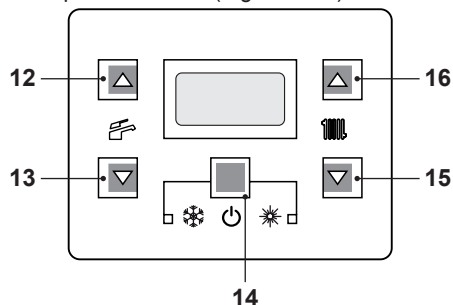

Figura 9.15
- Entrare in "modalità programmazione" premendo contemporaneamente per 10 secondi i tasti 14 - 15 - 16 (Figura 9.15) fino a far apparire sul display LCD le lettere **Pr** che si alternano con il codice **01**, indicanti l'entrata
- Premere contemporaneamente i tasti 15 e 16 (Figura 9.15) fino a far apparire sul display LCD le lettere **LP** che si alternano con il valore di temperatura dell'acqua di riscaldamento (es. **45**), indicanti l'entrata nell'attivazione della "funzione spazzacamino" alla potenza minima in sanitario (Figura 9.17).
- Premendo il tasto 16 (Figura 9.15) è possibile variare la potenza in modalità spazzacamino: con visualizzazione sul display LCD delle lettere **hP** che si alternano con il valore di temperatura dell'acqua di riscaldamento (es. **32**), siamo in "funzione spazzacamino" alla potenza minima in riscaldamento (Figura 9.18).
- Ripremendo contemporaneamente per 10 secondi i tasti 14 - 15 - 16 (Figura 9.15) si esce dalla "modalità spazzacamino" e si ritorna allo stato di caldaia precedentemente impostato (Figura 9.21).